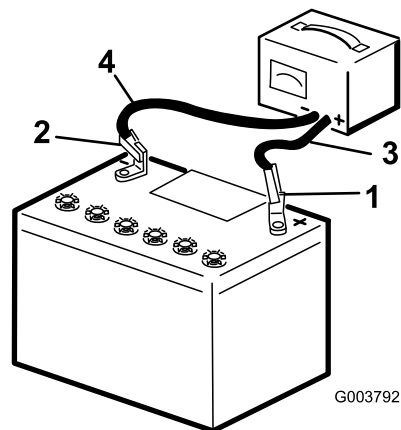

Bild 64
3. Schließen Sie das Plus-Batterieladegerät-kabel am Pluspol der Batterie an (Bild 64).
4. Schließen Sie das Minus-Batterieladegerät-kabel am Minuspol der Batterie an (Bild 64).
6. Wenn die Batterie ganz aufgeladen ist, ziehen Sie den Stecker des Ladegeräts aus der Stromquelle. Klemmen Sie dann die Klemmen des Ladegeräts von den Batteriepolen ab (Bild 64).